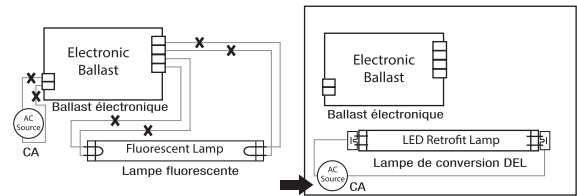

Fig. 2 Retrofit with one lamp / Modernisation avec une lampe
6. Wire using appropriate wiring diagram (Fig. 2 - 4).
6. Câbler en utilisant le schéma de câblage approprié (Fig. 2 - 4).